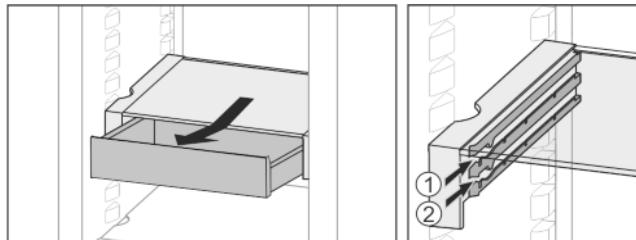

Fig. 24
- Вкарайте го на височина по избор Fig. 24 (1) или Fig. 24 (2).